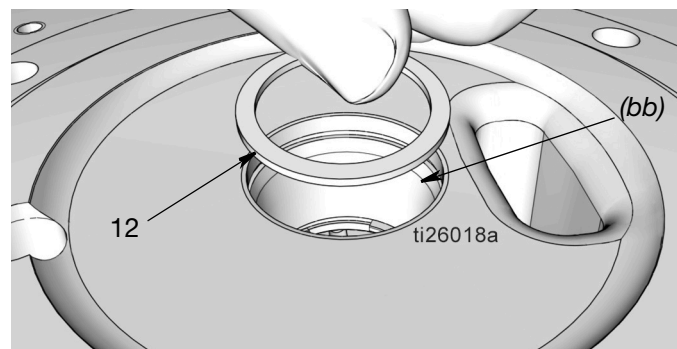

FIG. 32
- b. Verifique que el anillo de retención (51) esté en su lugar en el lado de la base de la bomba (1).
- c. Instale el espaciador (12) mostrado en FIG. 32.